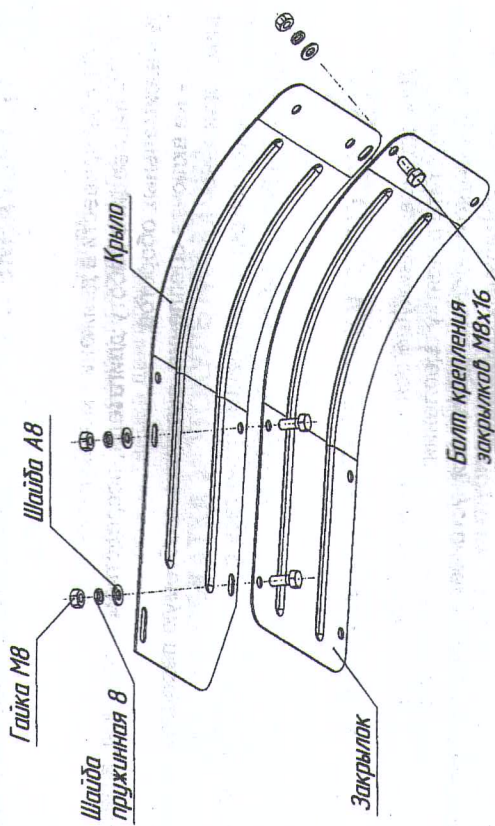

Рис. 8 Схема крепления закрывков (дополнительных крыльев)
8) При работе с фрезами-культиваторами необходимо установить закрывки, рис.8: